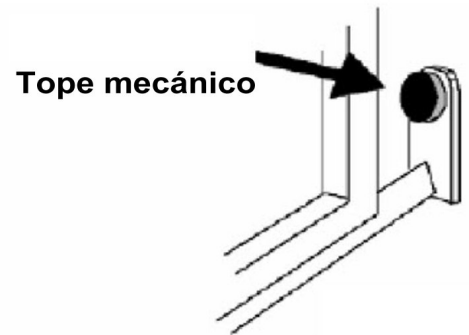
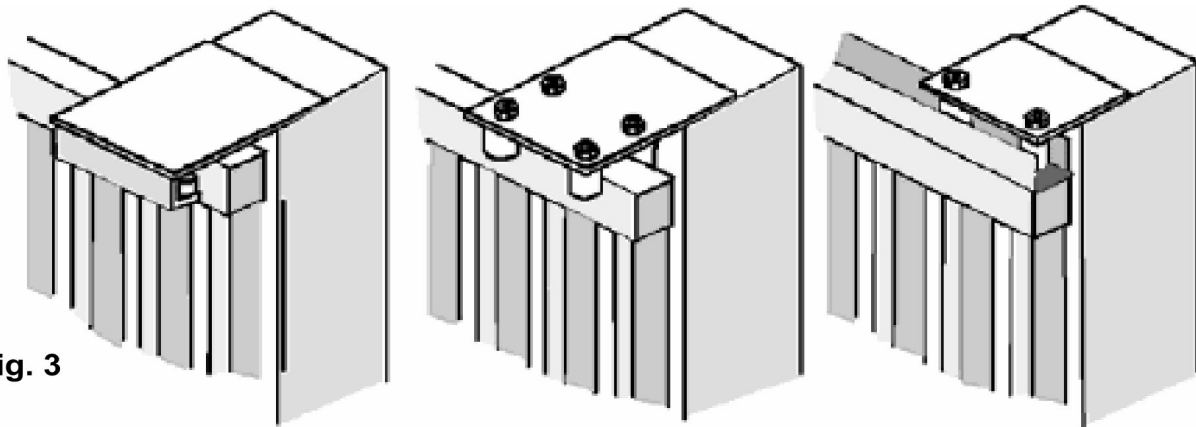

Fig. 2
Fig. 3
- Antes de proceder al montaje del automatismo controlar el buen funcionamiento de la cancela. Asimismo es conveniente verificar que la guía de desplazamiento a tierra (**Fig. 1**) no presente malformaciones, que se encuentre perfectamente nivelada y que el tope mecánico en apertura esté presente (**Fig. 2**), para evitar que la cancela salga de las guías superiores (**Fig. 3**).
- Verificar que la guía de desplazamiento superior (**Fig. 3**) esté fijada firmemente y que la cancela se desplace libremente.
Quitar la carcasa superior, desatornillar los tornillos **A** y quitar la carcasa **B**, pasar los cables por el motoreductor como en (**fig.2**)
Fijar firmemente la cremallera en la cancela, dejando una distancia de 2 a 3 mm. desde el piñón del motor (**Fig.3**).